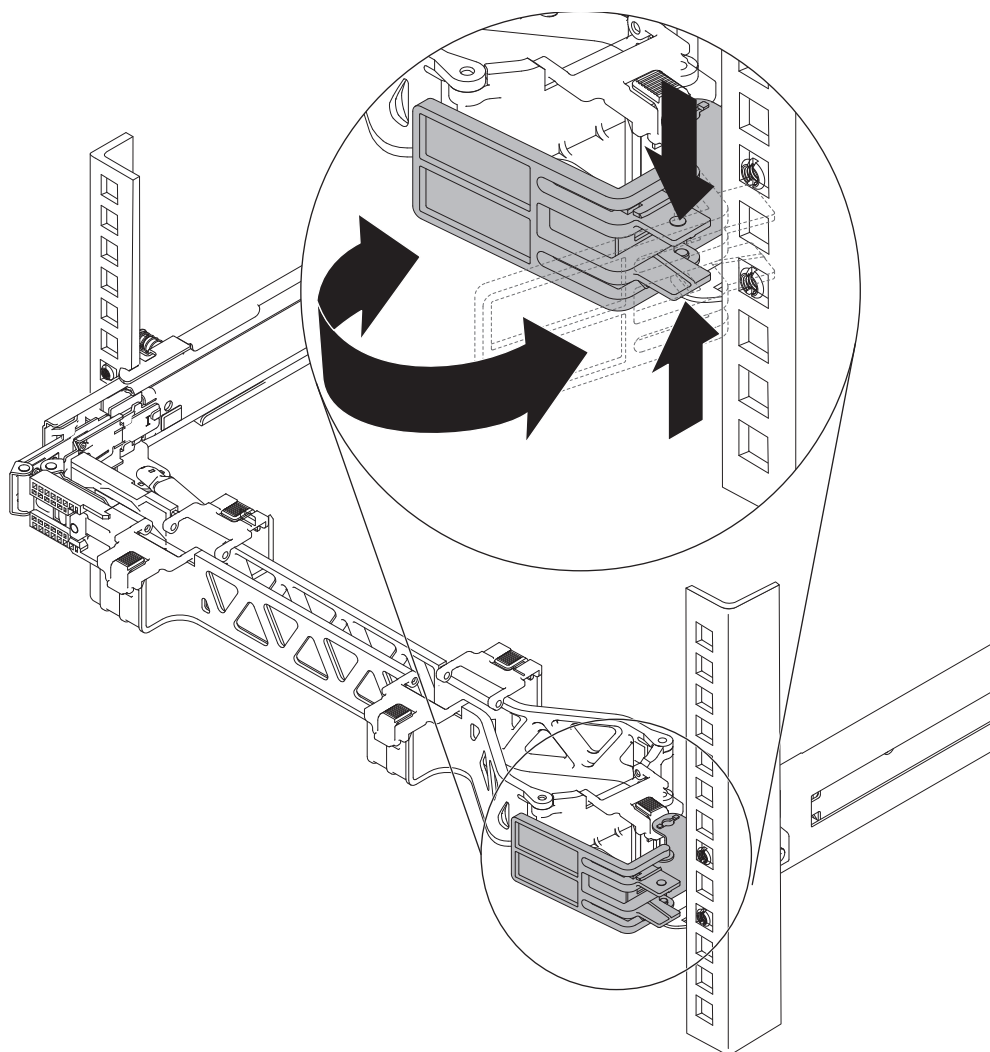

図 31. ケーブル・マネジメント・サポート停止金具を閉じる
5. 47 ページの図 31 に示すように、ケーブル・マネジメント・サポート停止金具を閉じます。